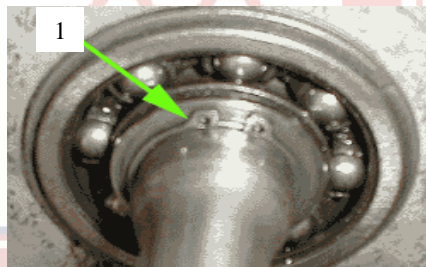

Fig. 1.1 Rulment roată (Times New Roman 11 ppt):
- Figurile și tabelele se vor numerota în ordinea introducerii lor în lucrare, cuprinzând în numerotare specificarea capitolului (exemplu: Fig. 1.1, Fig. 1.2, Fig. 2.1, Tabelul 1.1 etc.) și denumirea figurii (vezi modelul ce urmează). Acestea se vor insera în textul lucrării, după referința din text și pe cât posibil imediat după această mențiune. Figurile pot fi centrate pe pagină sau poziționate dreapta, cu condiția ca spațiul rămas în stânga figurii să fie utilizat pentru text.